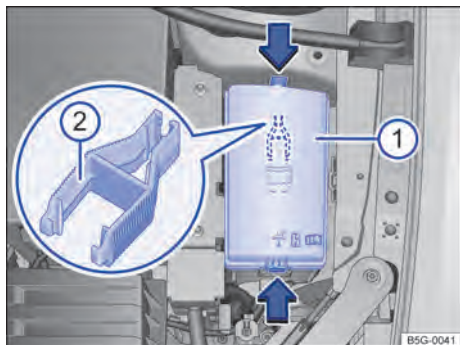

Fig. 151 En el vano motor: cubierta ① de la caja de fusibles con útil de agarre de plástico ②.
- Presionar los bloqueos en el sentido de la flecha → fig. 151 ①, para desbloquear la cubierta de la caja de fusibles.
En el lado interno de la cubierta de la caja de fusibles en el vano motor puede haber un útil de agarre de plástico → fig. 151 ② para sacar los fusibles.